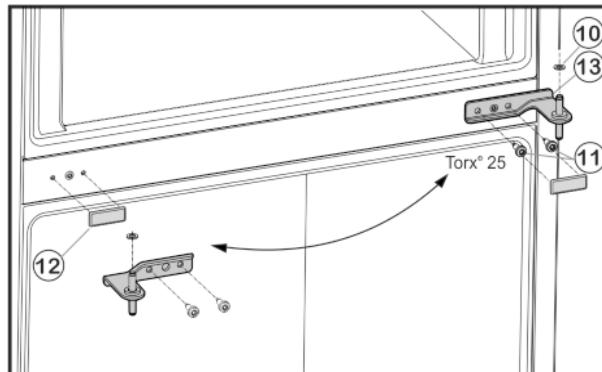

Fig. 6
- Открутите крепежные винты Fig. 6 (11) (2 шт. Torx® 25) и извлеките средний опорный кронштейн из нижней дверцы.
- Снимите пластиковую шайбу Fig. 6 (10).
- Осторожно снимите крышку Fig. 6 (12).
- Установите крышку Fig. 6 (12) на противоположной стороне.
- Вставьте средний опорный кронштейн Fig. 6 (13) с поворотом на 180° в нижнюю дверцу и прикрутите с помощью крепежных винтов Fig. 6 (11) (2 шт. Torx® 25) на новую сторону шарнира (**с моментом 4 Нм**).
- Снова установите пластиковую шайбу Fig. 6 (10).
- Установите верхнюю дверцу на средний опорный кронштейн Fig. 6 (13).